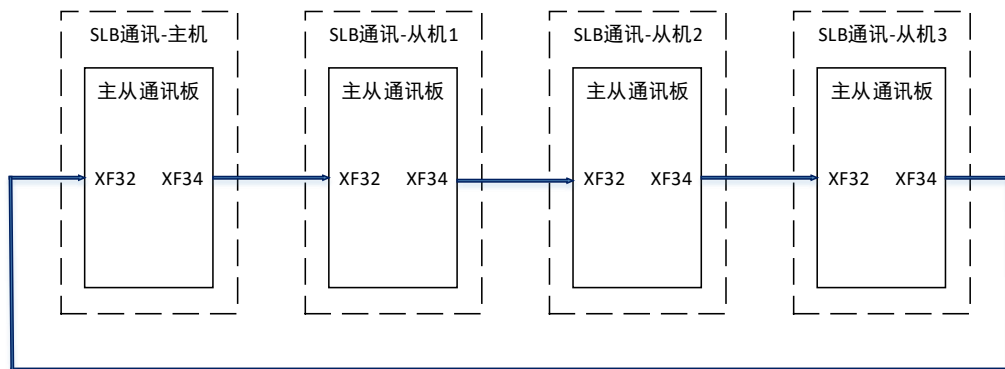
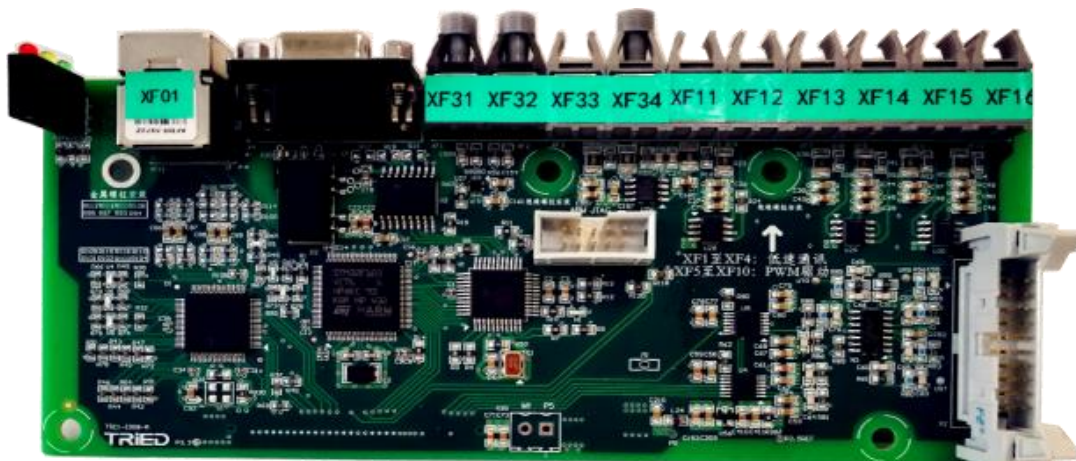

图 10.1 主从通讯功能示意图
图 10.2 并联通讯板
- ◆ 主从通讯的板卡采用并联通讯板（型号 TSC1-ID08- ），参见图 10.2，该板卡是控制器 TCU1 的子板，可通过 TCU1 控制器的 X4 端子直接安装。光纤连接在并联通讯板的 XF32 和 XF34 光纤接口，最多支持 1 主 5 从，最后一个节点要接回第一个节点，形成通讯环路，见图 10.1。主机和从机采用相同的控制器和程序。